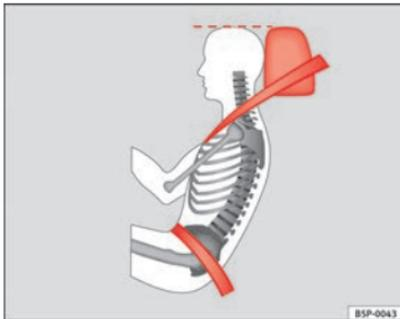

Abb. 13 Richtiger Gurtbandverlauf und richtige Kopfstützeinstellung von der Seite betrachtet
- Das Beckengurteil des Sicherheitsgurtes muss vor dem Becken verlaufen und niemals über dem Bauch. Dabei muss der Gurt flach und fest am Becken anliegen ⇒ Abb. 13. Ziehen Sie das Gurtband gegebenenfalls etwas nach.